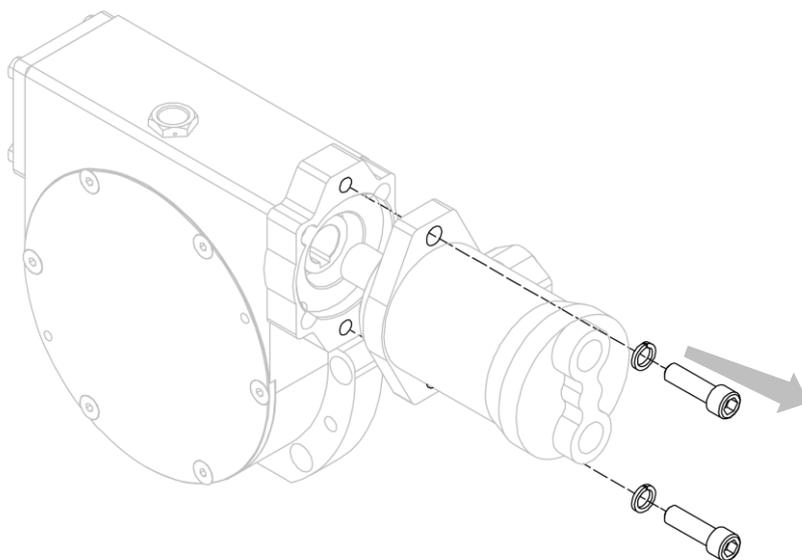

Abbildung 37
4. Trennen Sie den Motor von dem Untersetzungsgetriebe, nachdem Sie die entsprechenden Schrauben gelöst haben (siehe *Abbildung 37*).